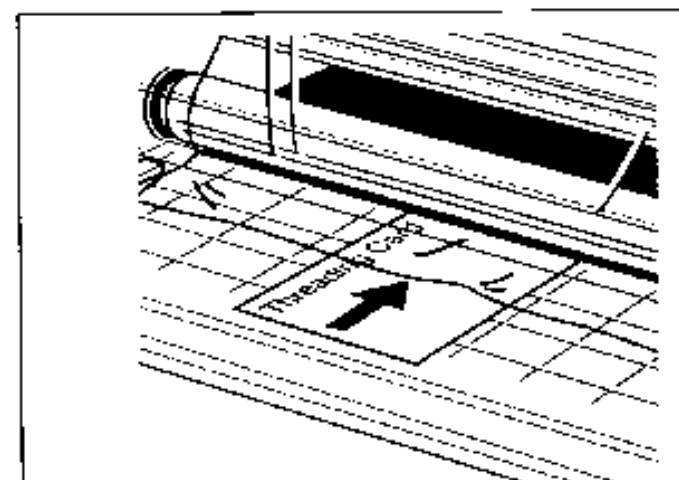

Fig. 14
14. Slide the threading card between the feed tray and the film web lying on the tray. Gently push into the nip area of the heat rollers. The card should now be guiding both rolls of film into the heat rollers, (Figure 14).
14. Platzieren Sie die Folieneinzug-Karte auf den Anlagetisch und schieben Sie sie leicht gegen die überlappenden Folien und weiter in den Einzugsbereich der Heizwalzen. Die Folieneinzug-Karte sollte nun beide Folien in die Heizwalzen führen (Abb. 14).
14. Schuif de doorvoerkaart tussen de invoerbak en de filmbaan die op de bak ligt. Duw dit geheel zachjes in de grijpzone tussen de warmterolles. De kaart leidt nu beide filmrollen tussen de warmterolles (zie afb. 14).
14. Glissez le guide de film cartonné entre le plateau d'alimentation et le lê de film reposant sur ce plateau. Poussez délicatement jusqu'au point de contact des rouleaux chauffants. Le guide cartonné doit entrainer les deux bobines de film vers les rouleaux chauffants (figure 14).